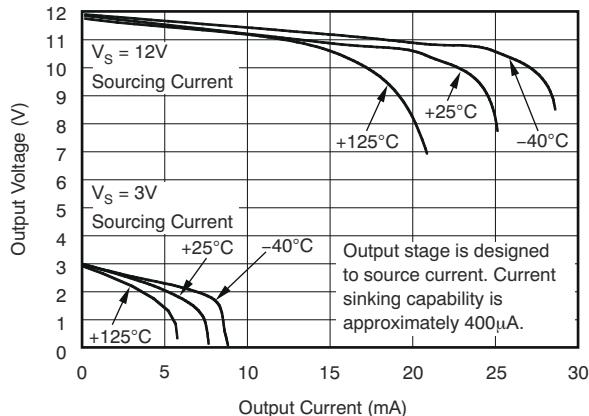

図 6-7. 正の出力電圧スイングと出力電流との関係
(1) オフセットは、 V_{SENSE} が 20mV および 100mV の時の出力測定値から外挿されます。
(2) 総出力誤差には、ゲイン誤差と V_{OS} の影響が含まれています。
(3) 線形性は、直線に最もよく適合します。
- (4) この領域の動作の詳細については、セクション 8.4 の「精度の変動」セクションを参照してください。
- (5) 図 6-7 を参照してください。
- (6) 設計により規定されています。